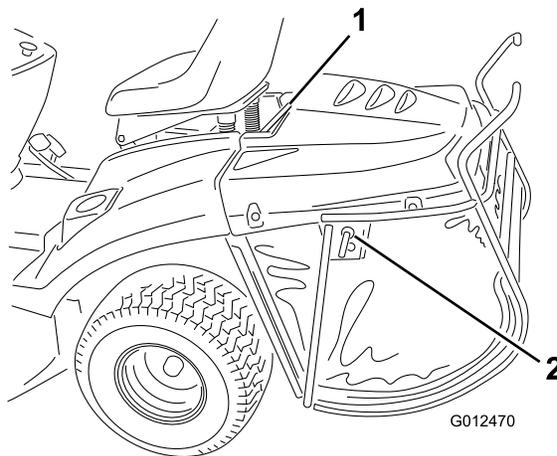

Figura 37
1. Bloquee el pasador de bloqueo del recogehierbas (Figura 37).
2. Levante el recogehierbas usando la barra de soporte superior (Figura 37).